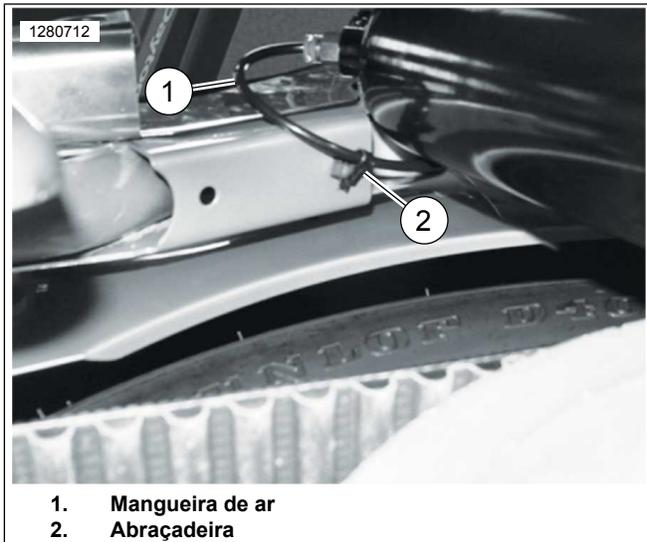

Figura 4. Encaminhamento da mangueira de ar para os modelos de 2003 e posteriores
- c. **Para os modelos de 2003 e posteriores:** Ver Figura 4 . Retirar a mangueira (1) de ar amortecedora do lado esquerdo da válvula de ar e reencaminhá-la por debaixo do apoio de choques superior. Utilizar a abraçadeira (2) para fixar a mangueira de ar como exibido evitando que se dobre ou fique entalada. Reinstalar a mangueira de ar na válvula de ar e instalar a válvula de ar no orifício marcado com "F" no suporte do lado do punho esquerdo.